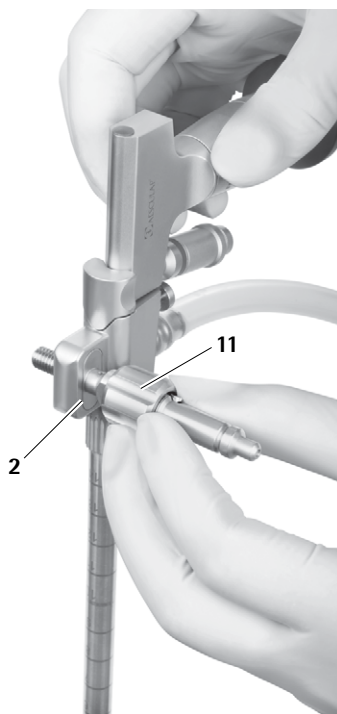

Abb. 18
- Haltearmadapter 11 wahlweise seitlich (rechts/links) in Bohrung stecken, bis Flansch in die vorgesehene Nut 2 einrastet, die zur Befestigung des Haltearms dient, siehe Abb. 18.